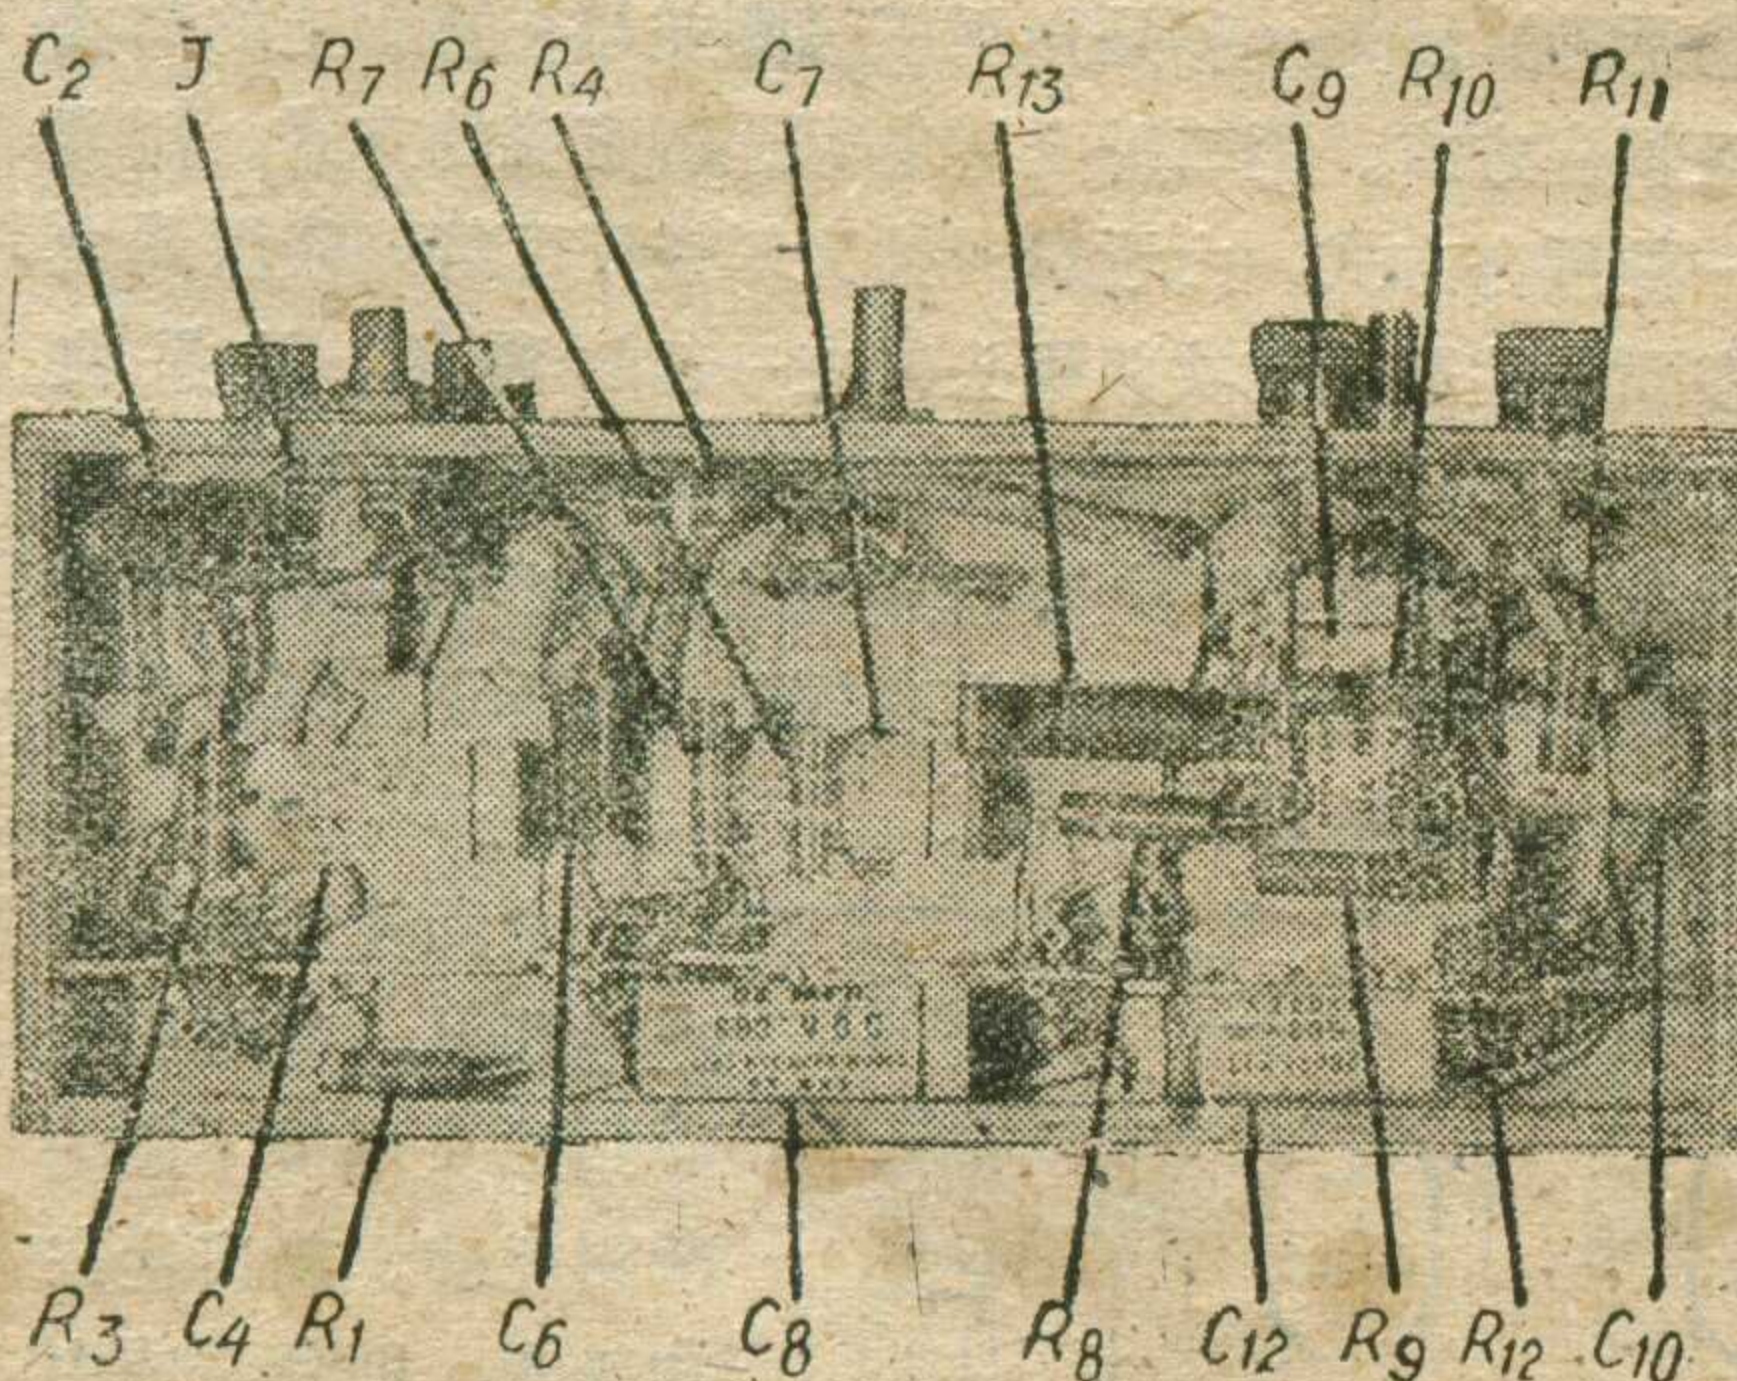
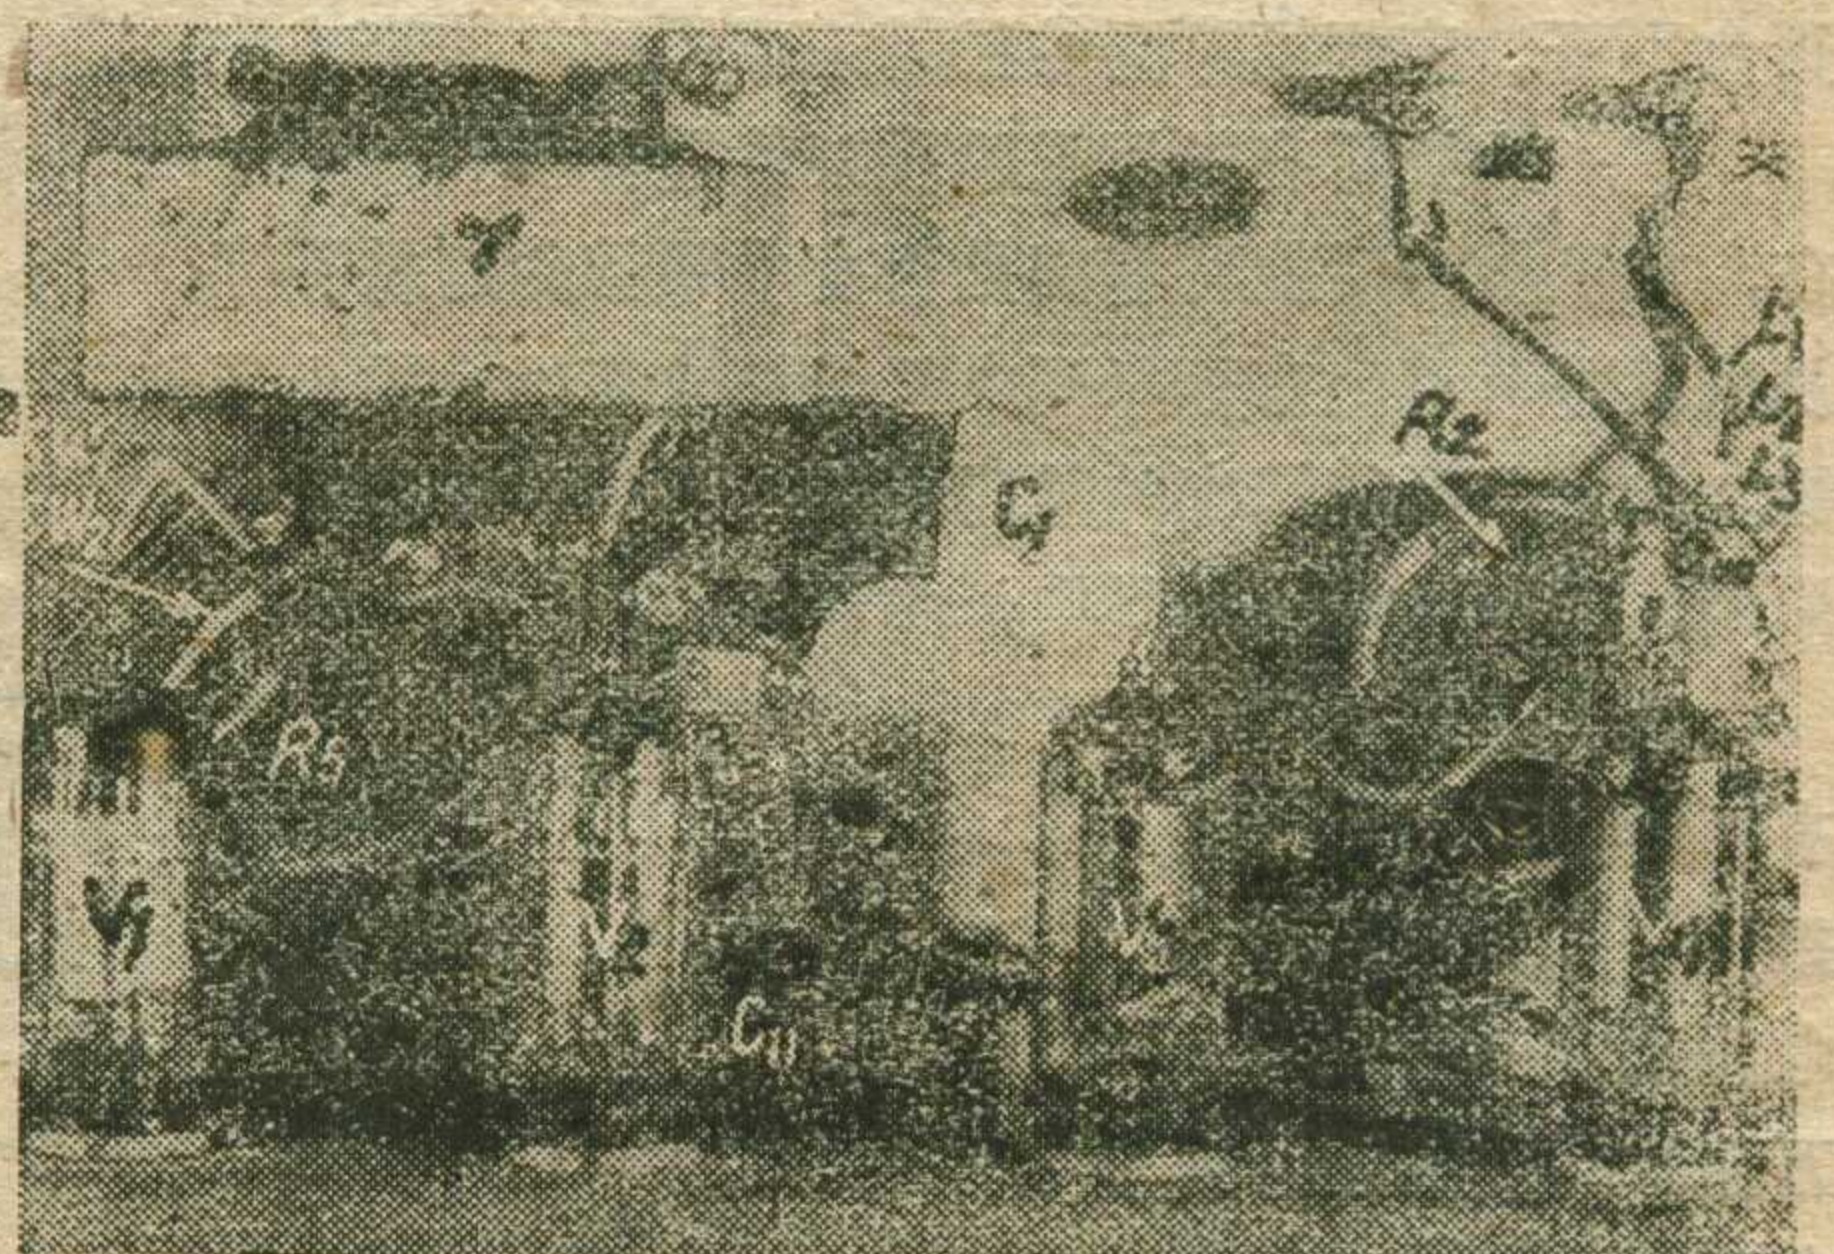

图 2
图 3
6. 广播站需要和会场取得联系，如果没有电话，可以利用礼堂的用户变压器次级中心抽头和广播站输入变压器的初级中心抽头，接成幻路，双方用喇叭就可以通话（图2）。
中频各级除了要有适当的频带宽度外，还要有合适的响应曲线，以适应近代电视发送时的单边带信号的特性，要求在高视频的边带最高处到图像的载频处，有50%的衰减，适当地将低频部分衰减以使特性平坦。此外，为预防伴音信号影响图像信号，所以在中频电路里，加有抑制装置，使中频响应在伴音载波一边要有很陡峭的衰减，使伴音载波处的相对增益几乎近于零，理想的中频特性见图2。中频的级数，
除了观察以外，有时要用万用电表逐级测每一级各极直流电压是否正常。当用万用表断续地测屏极电压（如图3），或用螺丝起子搭碰屏极和
光源是一只6伏小电珠，外面装一只汽车灯头的聚光照，以增大光源与光电管之间的距离。为了使光电管不受其它光源影响它的正确性，和不受机械损伤，把它装在一只密闭的小盒里，在盒子面对光源的一边开一个受光用窗口，窗口面积是25平方毫米(图3)。
整个装置在底板上的另件排列如图2。
本机采用木底板和木外壳，主要是为了减轻重量，但要求结构坚固，否则流动性大，易于损坏。而板的尺寸是190×140毫米，底板是190×80×30毫米；另件排列可参阅图2、图3。全部另件（喇叭除外）包括话筒、喇叭线、天地线和电池等都装在一只275×160×170毫米的木箱里，重量不超过4公斤。